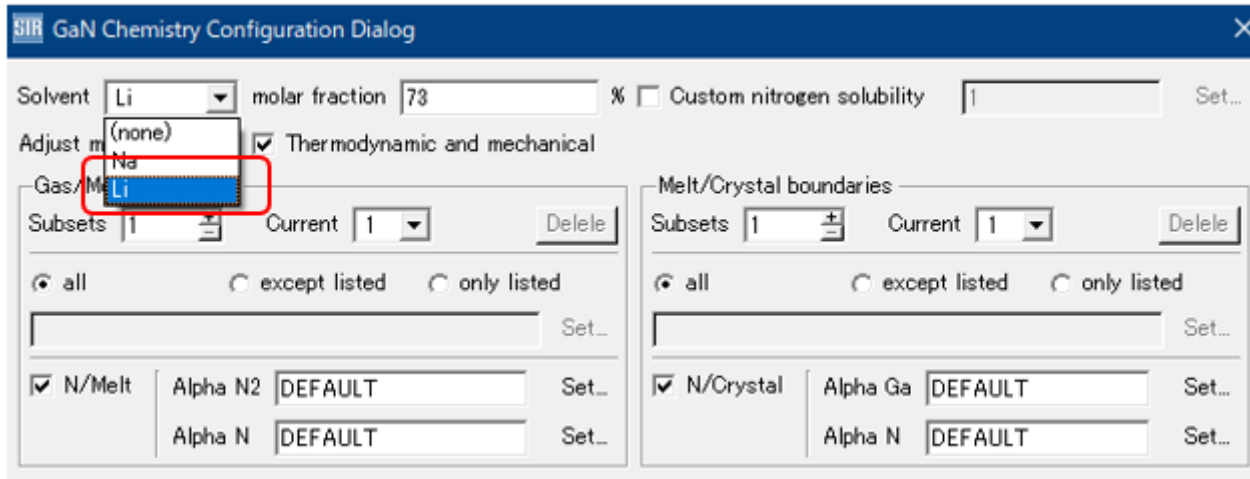

図 3. Flux-GaN の Flux 種選択画面
- GaN 溶液成長の Chemical Model の改良 (Flux 種の追加 : Li) (図3)